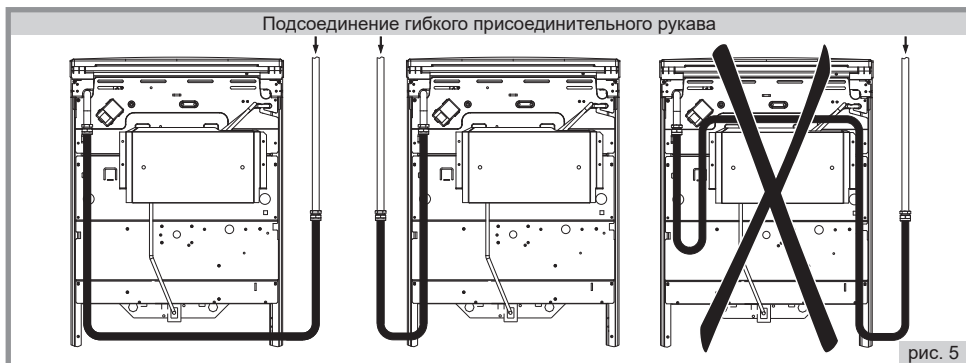

рис. 5
- гибкий присоединительный рукав не должен проходить в зоне горячего воздуха дымохода и касаться задней стенки плиты (рис. 5);
**!** **ПОМНИТЕ!** После установки плиты на место обязательно проверьте положение гибкого шланга подводки газа и шнура питания (рис. 5). Они не должны проходить над дымоходом и касаться задней стенки плиты. Во время работы духовки там возникает высокая температура, которая может их повредить.